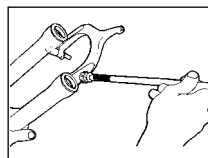

Abb. 5
12. Tragen Sie New and Improved Judy Butter auf die Oberfläche der oberen Lagerhülsen auf und füllen Sie die Rille zwischen den Lippen der Resi-Wiper Dichtung vollständig mit Judy Butter (Abb. 5).